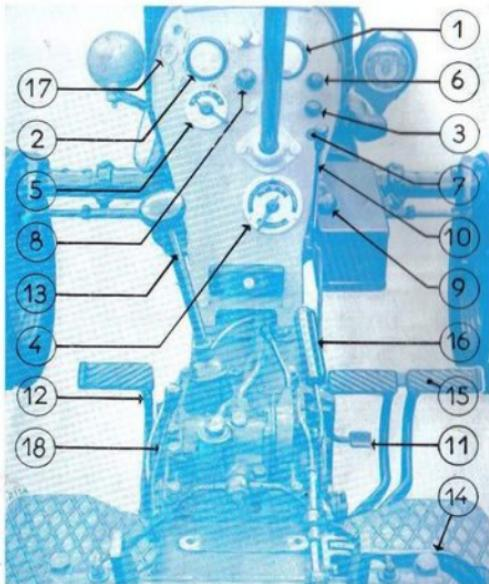

FIG. 6. — Commandes et instruments de contrôle.
*Les commandes et les instruments de contrôle du tracteur sont décrits dans le même ordre numérique qu'ils sont représentés sur la figure 6.*